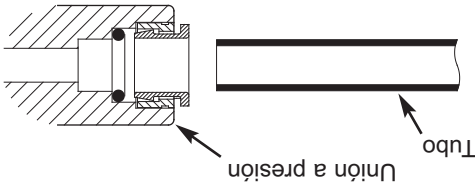

FIG. 19 Tubo cortado correctamente
3. Corte el tubo recto y a la medida. Veal la Fig. 19.
2. Corte el tubo recto y a la medida. Veal la Fig. 19.
5. Corte el tubo recto y a la medida. Veal la Fig. 19.
4. Corte el extremo del tubo en ángulo recto. Veal la Fig. 19.
1. Use un cortador o cuchillo filoso para cortar el extremo del tubo. Siempre corte el tubo en ángulo recto. Vea la Fig. 19.
2. Inspeccione el tubo hasta 1 pulg. del extremo para cerciorarse de que no haya mellas, raspaduras ni ninguna otra sección despareja. Si es necesario, vuelva a cortar el tubo. Vea la Fig. 19.
B. Corte el extremo suelto del tubo rojo en forma recta y en el tramo correcto. En la Fig. 19 encontrará las instrucciones de corte.